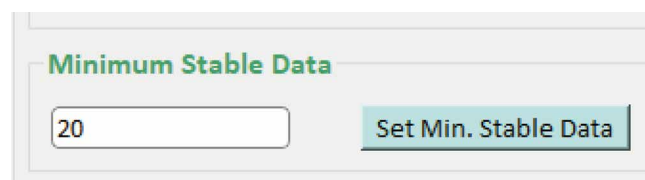

Figura 13 – Configuración de Datos Estables Mínimos
- Una vez completada la búsqueda y encontrados los parámetros Modbus del dispositivo, aparecerá en el escritorio el mensaje “Dispositivo Sensor Conectado” (como en la Figura 13). Los parámetros encontrados se rellenan automáticamente.